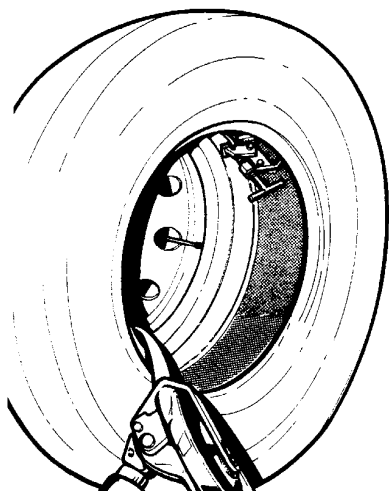

Abb.33
1. Den Reifen so auf die Montierklemme legen, daß der innere Wulst festgehalten wird (Abb.33).